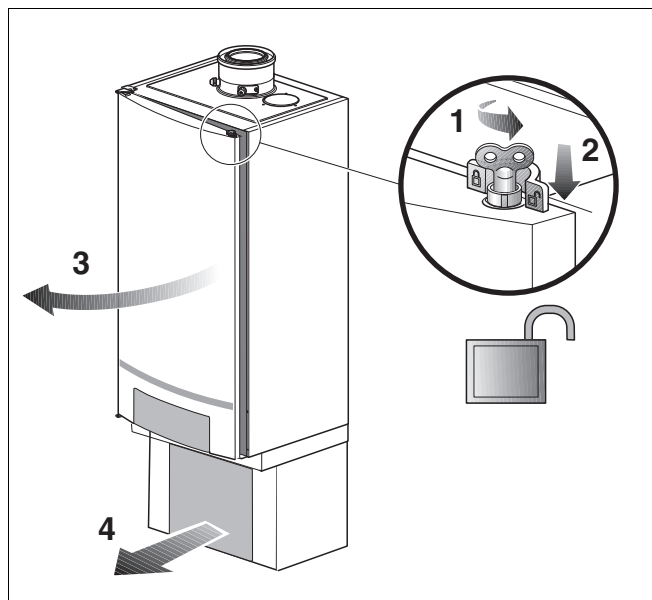

Рис. 61 Открытие двери котла
- Открыть замок котла ключом для удаления воздуха, повернув его на четверть оборота. (рис. 61, лупа).
- Нажать замок вниз (рис. 61) и открыть дверь котла.
- Снять защитную крышку группы подключения (рис. 61).